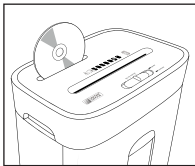

Abb. 9
Föhren Sie die CD von oben mittig in die Schneidöffnung CD/Kreditkarte ② ein (siehe Abb. 9). Sie können jeweils nur eine CD schneiden.